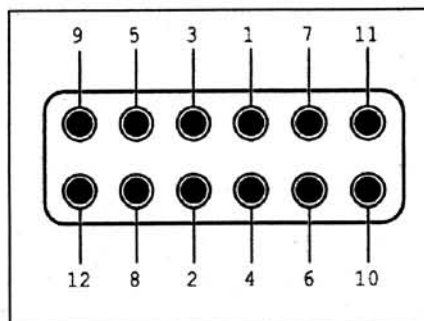

Рис. 2.75. Порядок затяжки болтов крепления головки блока цилиндров.
7. Затяните болты крепления головки блока цилиндров в четыре этапа в порядке, указанном на рис. 2.75: 1-й этап – 40 Нм; 2-й этап – 60 Нм; 3-й этап – 1/4 оборота (90°); 4-й этап – 1/4 оборота (90°).